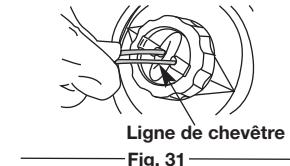

Fig. 31
- Utilisant 16 pi (4.8 m) de 2,41 mm (0,095 po.) ligne poussée de recharge les deux extrémités de la ligne par les trous dans le bouton de bosse jusqu'à ce qu'ils dépassent par les oeillets des deux côtés de la tête de découpage. Continuez de tirer la ligne jusqu'à ce qu'approximativement 8 pi (2.4 m) est évident des deux côtés de la tête de découpage. (Fig. 31)
- Tenez la couverture de bobine, tournez le bouton de bosse dans le sens des aiguilles d'une montre pour enruler la ligne autour de la bobine jusqu'environ à 5 po. (12.7 cm) dépasse de chaque côté de la tête de découpage. (Fig. 31)